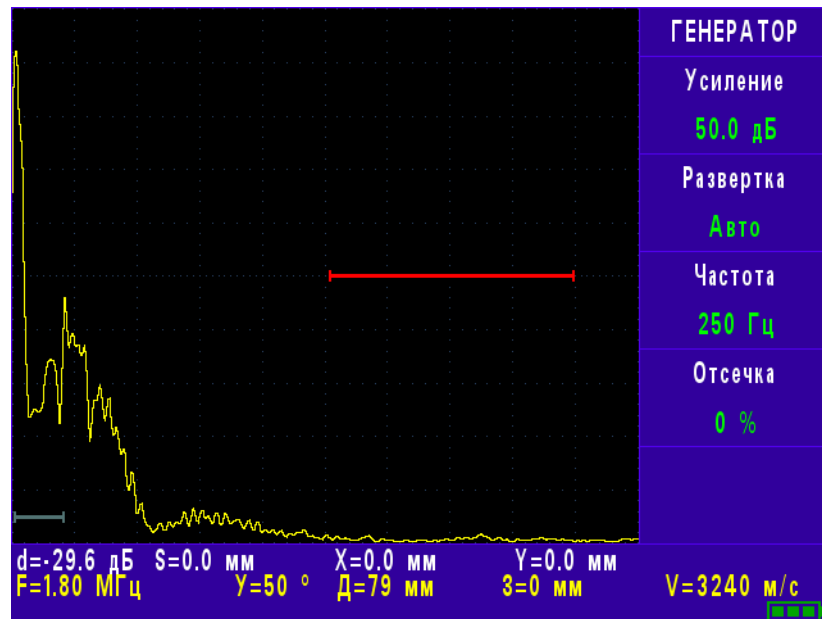

Рис. 5.7
5.5.3 Меню «ГЕНЕРАТОР» содержит следующие параметры (рис. 5.7).